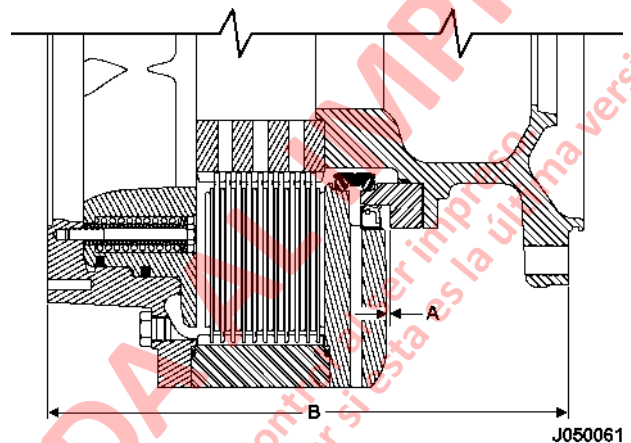

FIGURA 5-12. AJUSTE DE LA SEPARACIÓN DEL SELLO
27. Ajuste de la separación del sello. Refiérase a Figura 5-12.